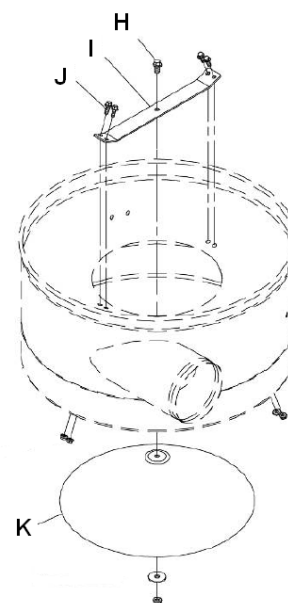

Fig 8
Fixer le support de cône (I, Fig 8) sur le bâti avec 4 vis hexagonales (J) et des écrous.